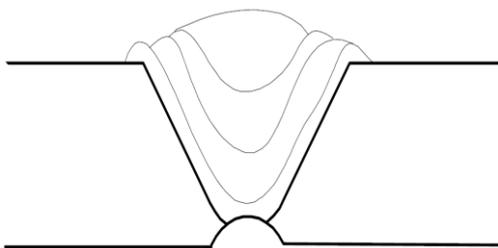

Abb. 3 - Kehle auf der Materialunterseite
- 12 Auf der Unterseite mit einem Kleinbohrgerät eine Kehle mit wenig Drehzahl (ca. 3000 min⁻¹) und wenig Druck fräsen (Abb. 3).